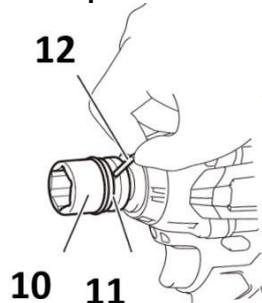

РИСУНОК 2.2.4. Установка головки с штифтом и кольцом.
1. Выньте уплотнительное кольцо «11» (рисунок 2.2.4.) из канавки ударной головки и удалите штифт «12» (рисунок 2.2.4.).
2. Установите ударную головку «10» (рисунок 2.2.4.) на квадратный хвостовик так, чтобы отверстие в головке совпало с отверстием на хвостовике.